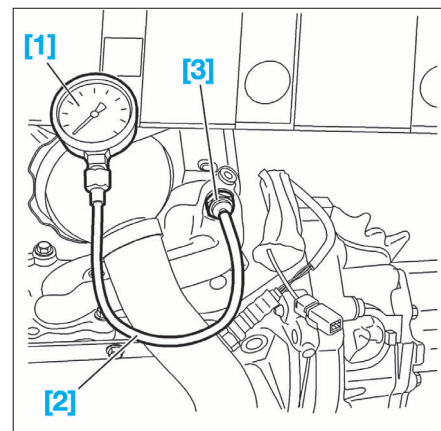

FIG. 36
#### OUTILLAGE SPÉCIFIQUE NÉCESSAIRE (FIG.36)
- Pour le contrôle de la pression d'huile, brancher un manomètre [1], muni d'un raccord [2] et d'un adaptateur [3], en lieu et place du manoccontact (Fig.36).